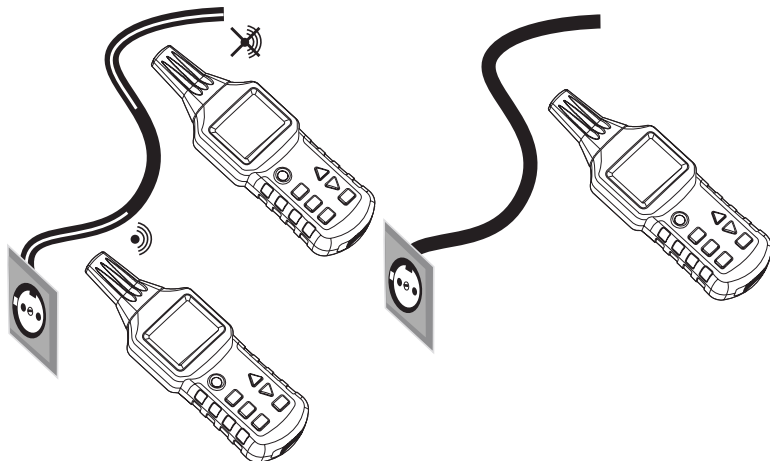

Fig. 3-4
- Mätningen ska utföras enligt Fig.3-4;